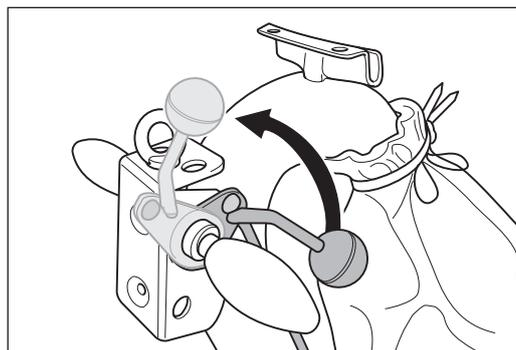

Abb. 61 Den Ablasshebel am Handgriff bis zum Anschlag nach oben ziehen. Dadurch wird die Schleifwalze vom Boden abgehoben.
- 1 Ziehen Sie den Ablasshebel am Handgriff bis zum Anschlag nach oben (Abb. 61). Dadurch wird die Schleifwalze vom Boden abgehoben.